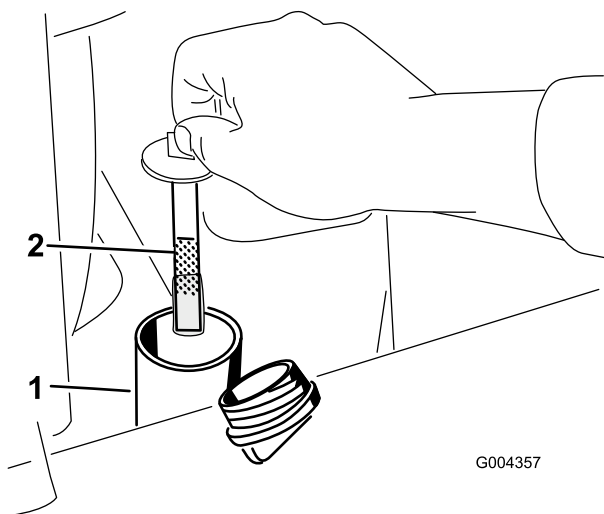

Figure 60
6. Enlevez le bouchon du goulot de remplissage et vérifiez le niveau de liquide sur la jauge (Figure 60).